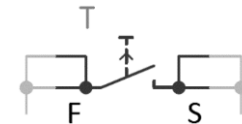

Abbildung 7: Taster (Peripherieplatine)
- Peripherieplatine: Taster T1...T3 (s. Abbildung 7)